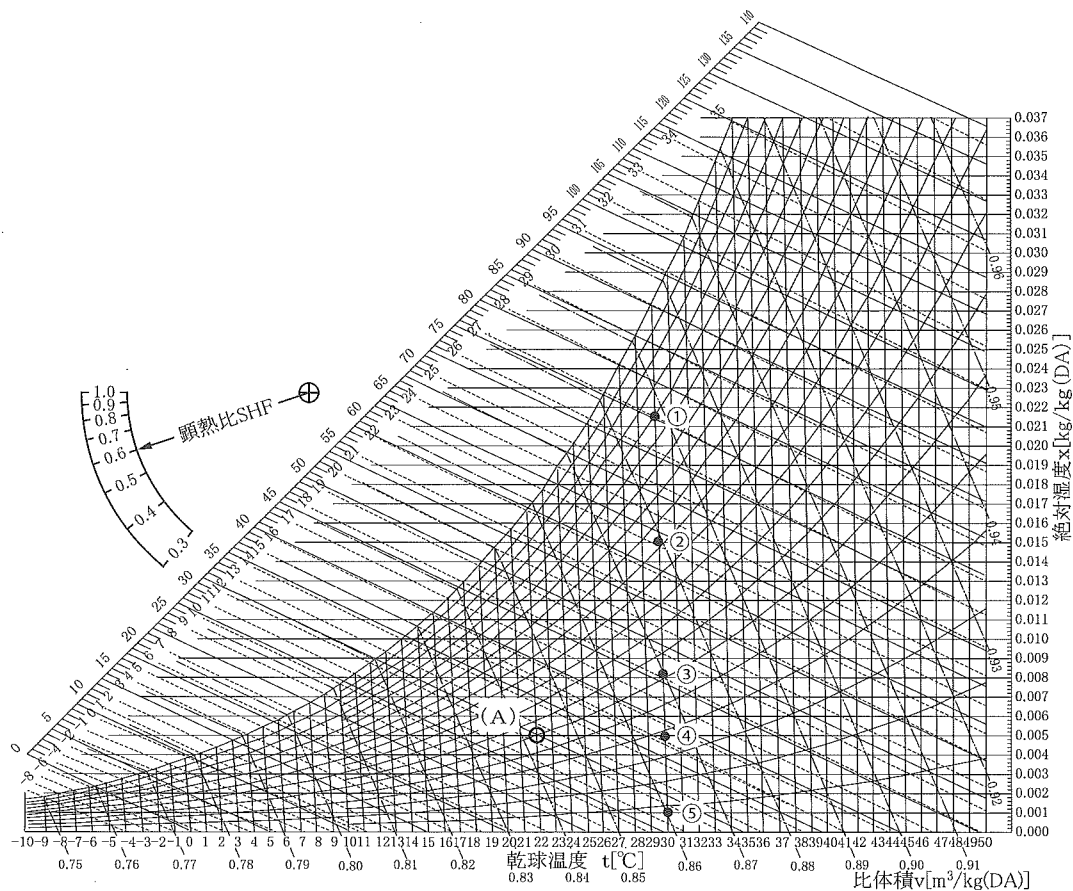

図3-1 空気線図
(2) 図3-1における状態(A)の乾球温度は、 である。解答番号は (8)。
(3) 図3-1で、状態(A)から顕熱比0.5で乾球温度を30℃まで変化させると、状態 になる。